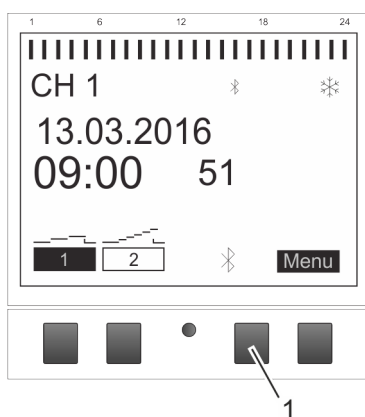

Abb. 7: Bluetooth-Verbindung an der Verteilerschaltuhr herstellen
1. Die Bluetooth-Taste (Abb. 7/1) an der Verteilerschaltuhr drücken.